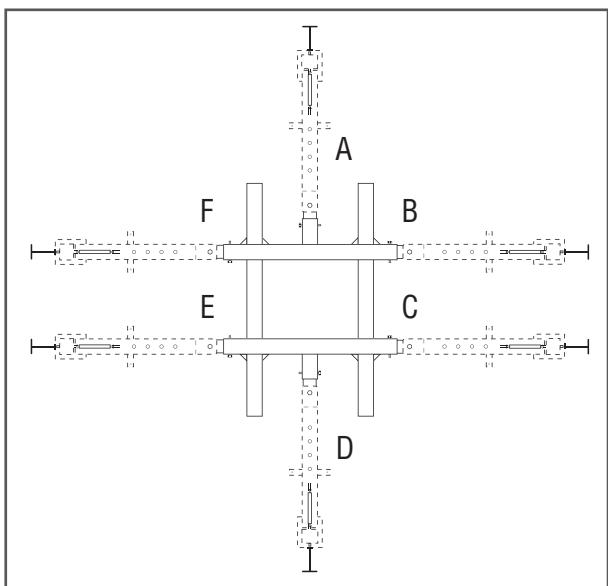

Рисунок 1
- Для крепления силовых устройств на раме стенд предусмотрены места A, B, C, D, E и F. В каждом из них 10 положений силового устройства, что позволяет направлять усилие вытяжки во все направления вокруг автомобиля (рисунок 1).